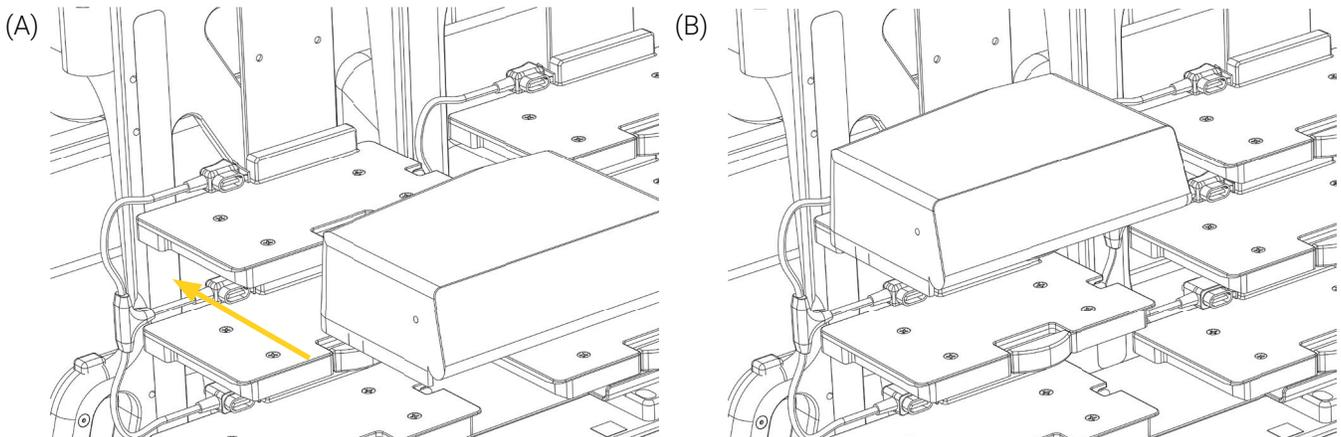

Figure 19: Installation de la pompe à infusion
- Aligner et insérer les rainures inférieures dans le support de pompe, puis pousser la pompe jusqu'à ce que le mécanisme à déclenchement rapide du support soit engagé (Figure 19), en s'assurant de ne pas coincer le cordon d'alimentation.